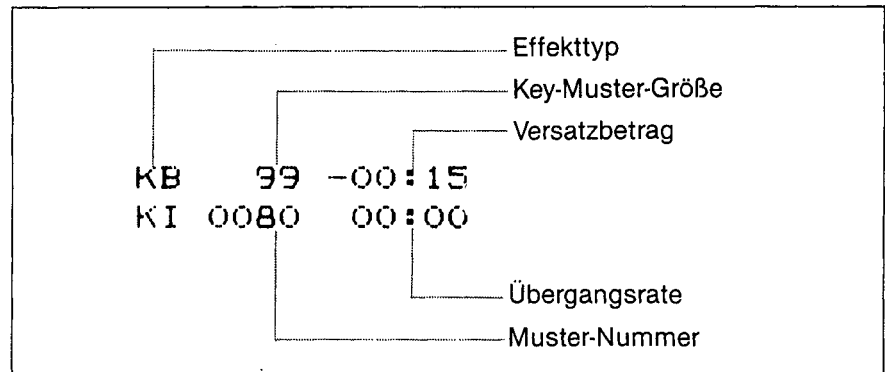

Abb. 5-27 Effektdaten
- 2) Die Effektdaten bestehen aus den in Abb. 5-27 gezeigten Angaben: